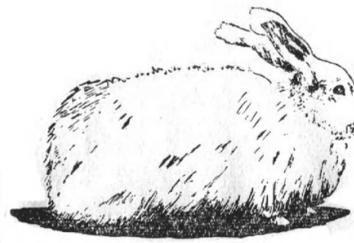

Рис. 5. Белый пуховой кролик
**Белая пуховая порода** (рис. 5). Эти кролики выведены в колхозах Кировской области и отличаются от ангорских большим весом (до 5—6 кг) и более крепким сложением. Пуха они тоже дают больше. Окраска их, как правило, белая. Редко попадаются среди них голубые кролики.